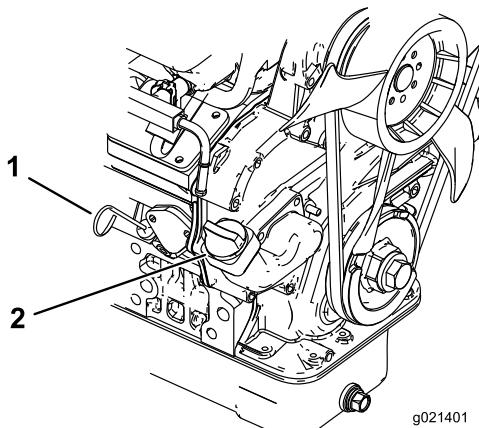

Figura 20
2. Togliete l'asta di livello ed asciugatela con un panno pulito (Figura 20). Inserite l'asta nel tubo e verificate che sia inserita a fondo. Rimuovetela e controllate il livello dell'olio.
3. Se il livello dell'olio è basso, togliete il tappo di rifornimento (Figura 20) e versate dell'olio fino a portarne il livello alla tacca Full sull'asta.